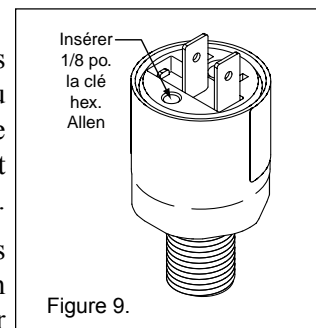

Figure 9.
5. Utilisez une clé Allen [1/8 po.] pour tourner la vis de réglage jusqu'à ce que le chauffe-eau s'éteigne; voir la figure 9.